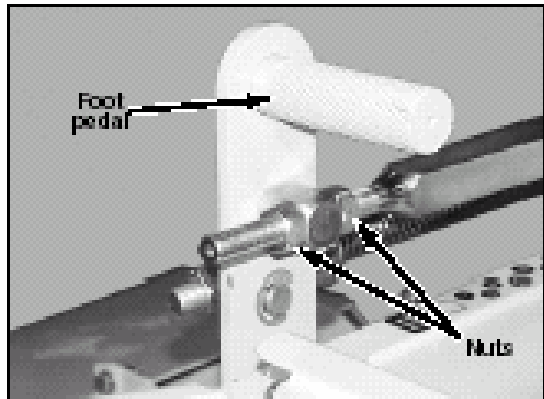

Figure 5-22
7. Desserrez les deux écrous situés à l'avant de l'indicateur de hauteur de sorte à libérer la pédale. Fig. 5-22
12. Tout en maintenant la chaîne tendue, resserrez les écrous situés contre le bloc de relevage du plateau sur la tringle de l'indicateur de hauteur. Fig. 5-22